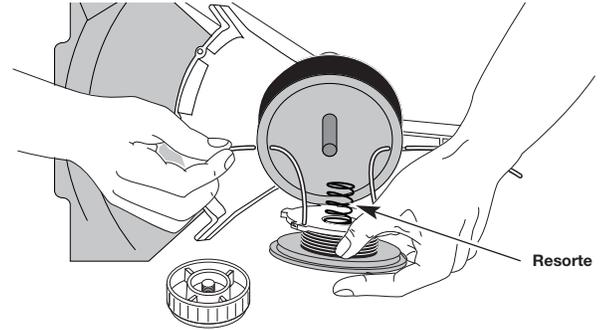

Fig. 34
13. Inserte los extremos de la línea a través de los ojallillos de la bobina exterior y coloque el carrete interior con el resorte dentro de la bobina exterior (Fig. 34). Empuje el carrete interior y la bobina exterior entre sí. Mientras sostiene el carrete interior y la bobina exterior, tome los extremos y hale con firmeza para soltar la línea de las ranuras de fijación de la bobina.
5. Inserte los extremos de la línea en los ojallillos de la bobina exterior (Fig. 34).